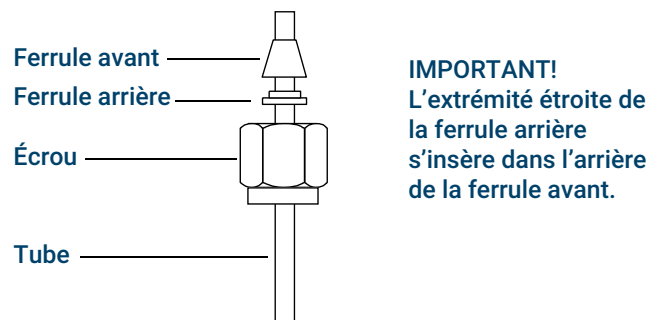

Figure 16. Écrous et ferrules Swagelok
1. Placez un écrou Swagelok, une ferrule arrière et une ferrule avant sur le tube comme illustré dans la **Figure 16**.